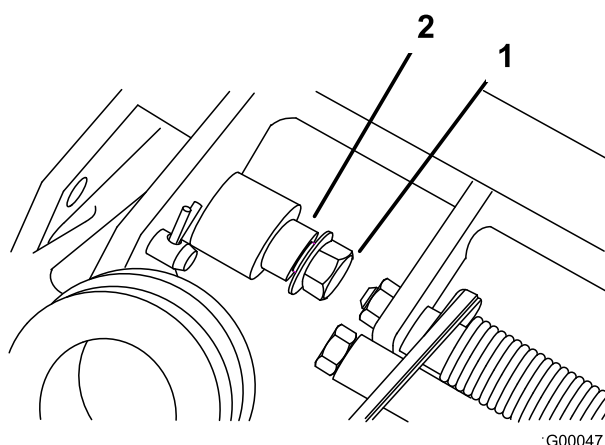

図 4
1. 機体左右のボルトとピボット・ピンからフランジ・ロックナットを外す(図 4)。